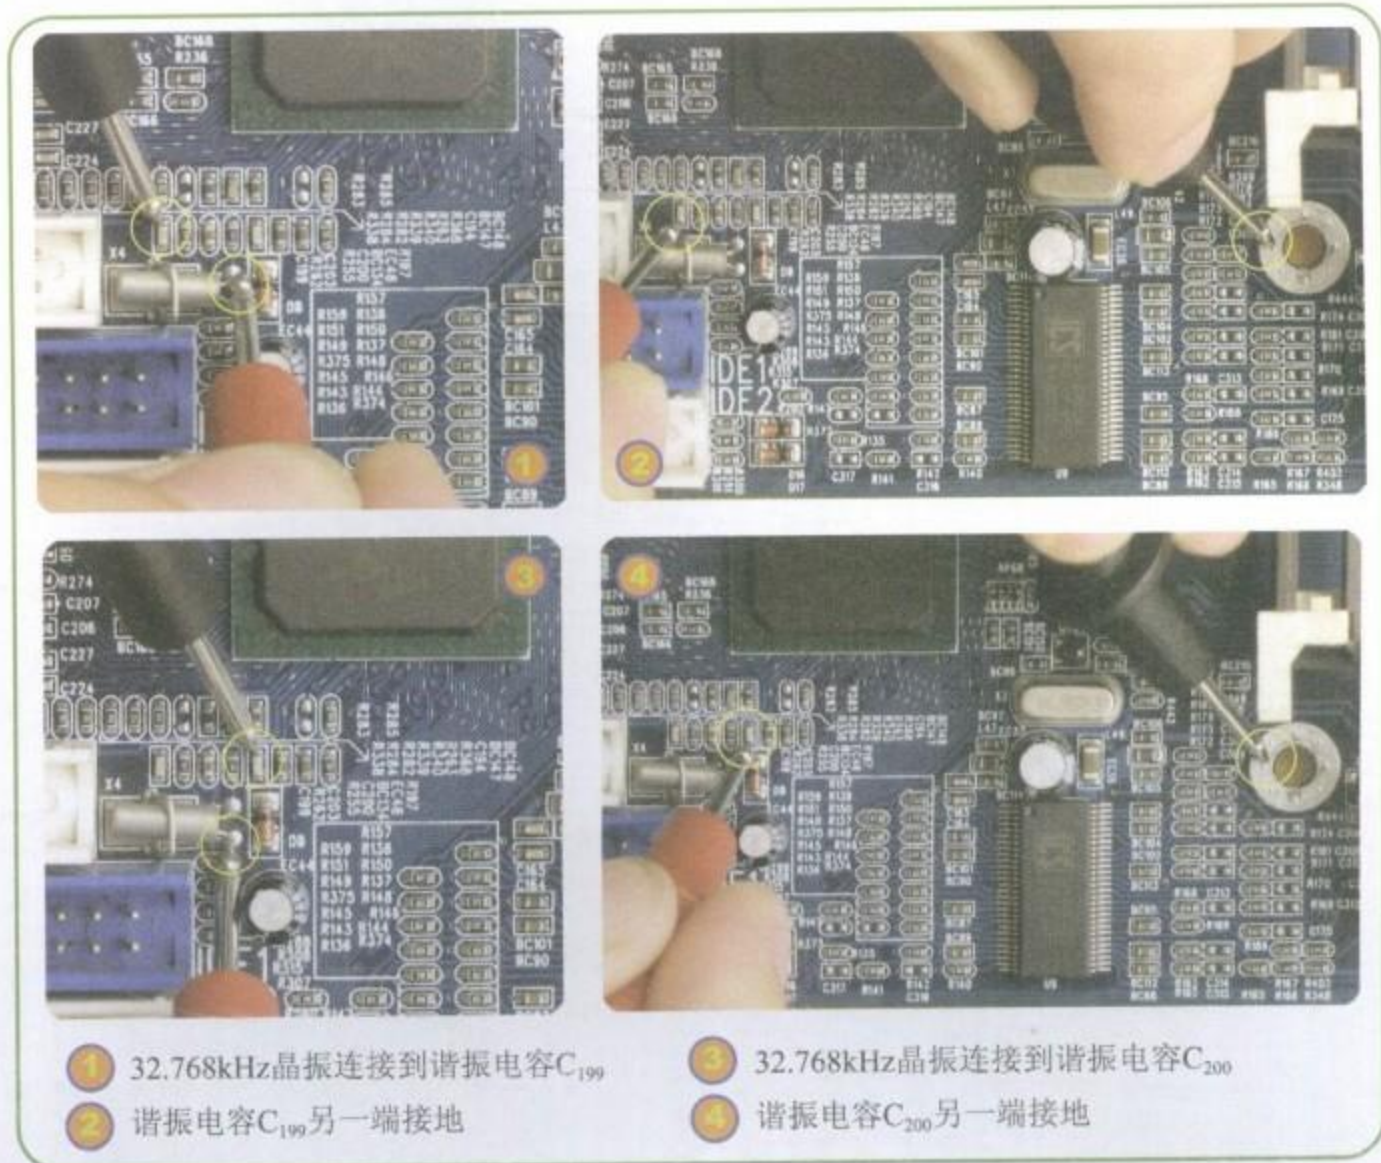

图6-28 晶振到电容的线路
Step 01 测量南桥附近的晶振连接谐振电容的线路，如图6-28所示。